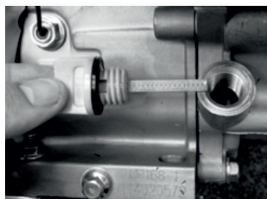

Рис. 14
2. Выкрутите пробку маслозаливной горловины (рис. 14).